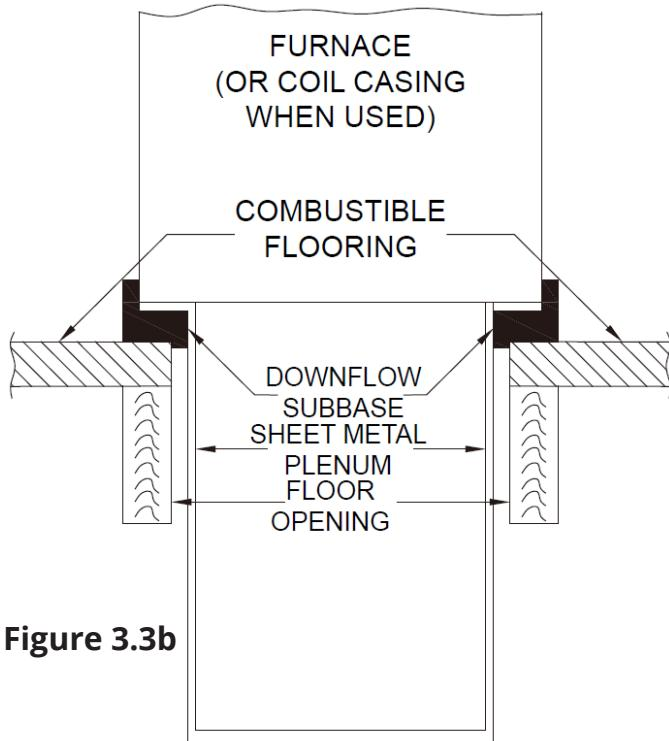

Figure 3.3b
4. En cas d'utilisation d'un panneau de montage descendant, procédez à l'installation comme indiqué sur la figure 3.3b. En cas d'utilisation d'un ensemble ou d'une boîte de serpentin, procédez à l'installation comme indiqué à la figure 3.3c.